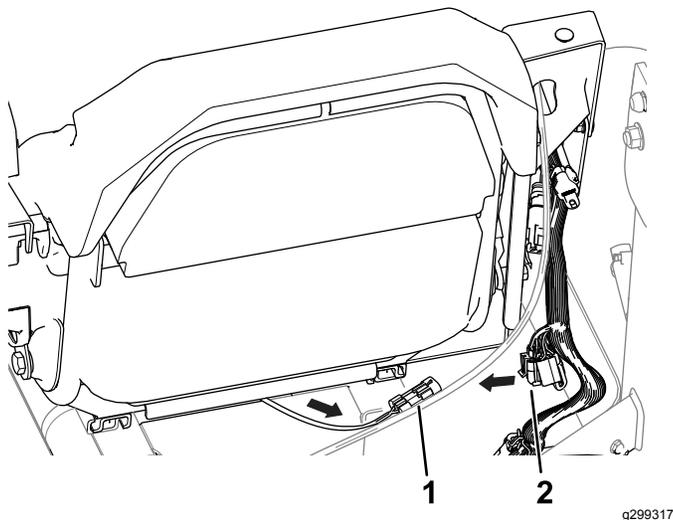

Figure 2
1. Faites passer le faisceau du contacteur du siège entre le siège et sa base, et dirigez-le vers le faisceau de la machine (Figure 2).